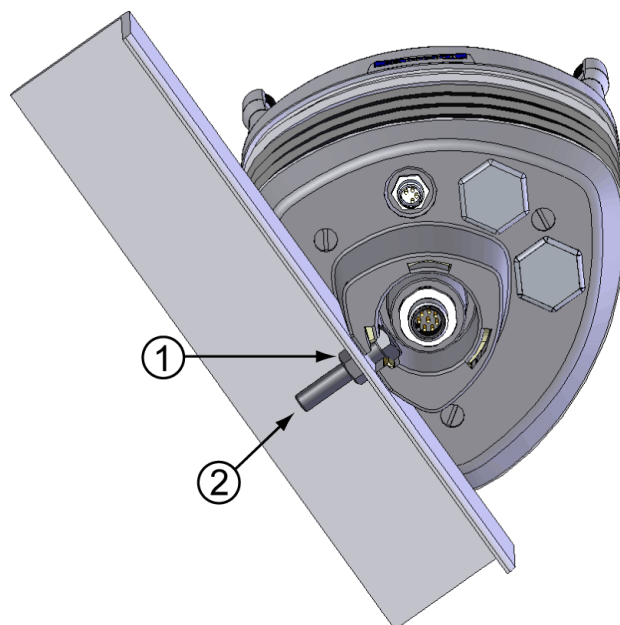
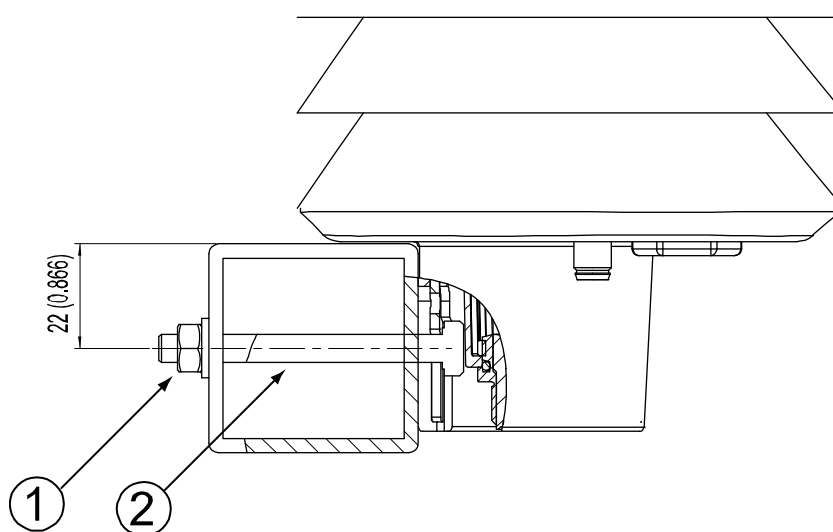

图 14 将 WXT520 安装到横臂上（左视图）
图 15 横臂上安装螺栓的位置
3. 使用安装螺栓 (M6 DIN933) 和螺母将变送器安装到横臂上，请参见第 32 页上的图 14 和第 33 页上的图 15。
第 32 页上的图 14 中各部件编号对应如下：
第 33 页上的图 15 中各部件编号对应如下：